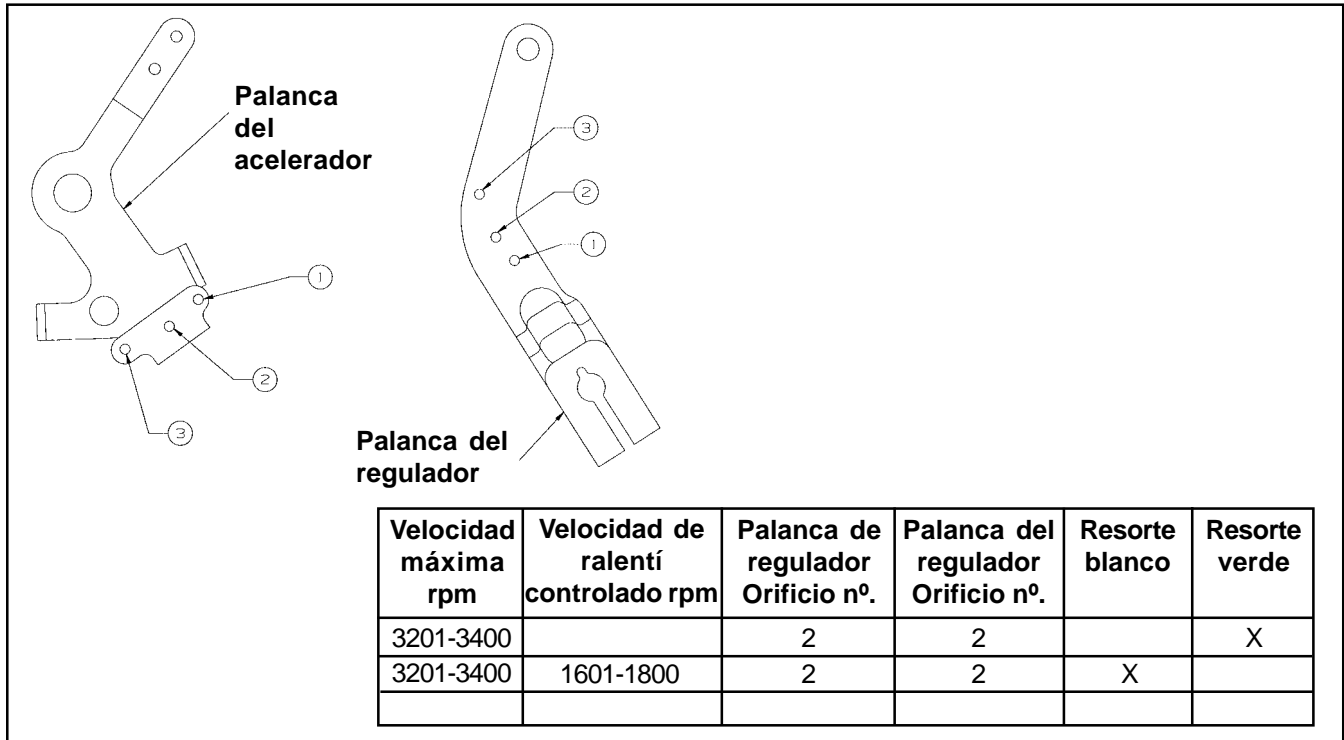

Figura 5-23. Esquema de posiciones del resorte del regulador.
1. Compruebe que el resorte y la instalación del regulador se corresponden con el rango de funcionamiento a velocidad máxima pretendido. Ver Figura 5-23.
El ajuste de velocidad máxima deseado determinará la posición del resorte del regulador en la palanca del regulador y en la palanca del acelerador, así como el resorte a utilizar. Ver Figura 5-23.